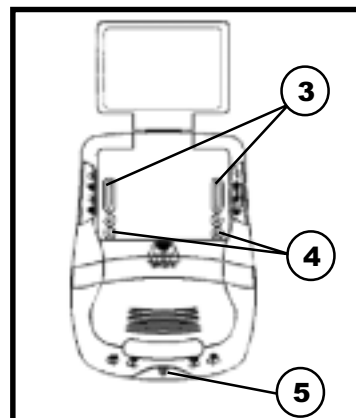

FIGURE 39
- e.) TIGHTEN DOWN ALL FIVE SCREWS. (SEE FIGURE 39)